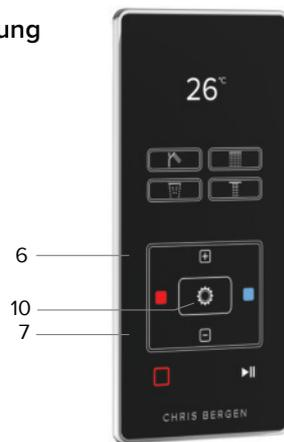

Abbildung 7
Ist ein CHRIS BERGEN Regenpaneel mit LED an die Digital Control angeschlossen, so erfolgt die Steuerung der LED über das Menu (10). Nach dreimaligem Drücken der Menu-Taste (10) können über die Tasten 6 und 7 die LED aktiviert sowie die gewünschte Lichtfarbe ausgewählt werden (Abb. 7). Es stehen folgende Einstellungen zur Verfügung: OFF (LED aus), R (Lichtfarbe Rot), G (Lichtfarbe Grün), B (Lichtfarbe Blau), Y (Lichtfarbe Gelb), W (Lichtfarbe Warmweiß).